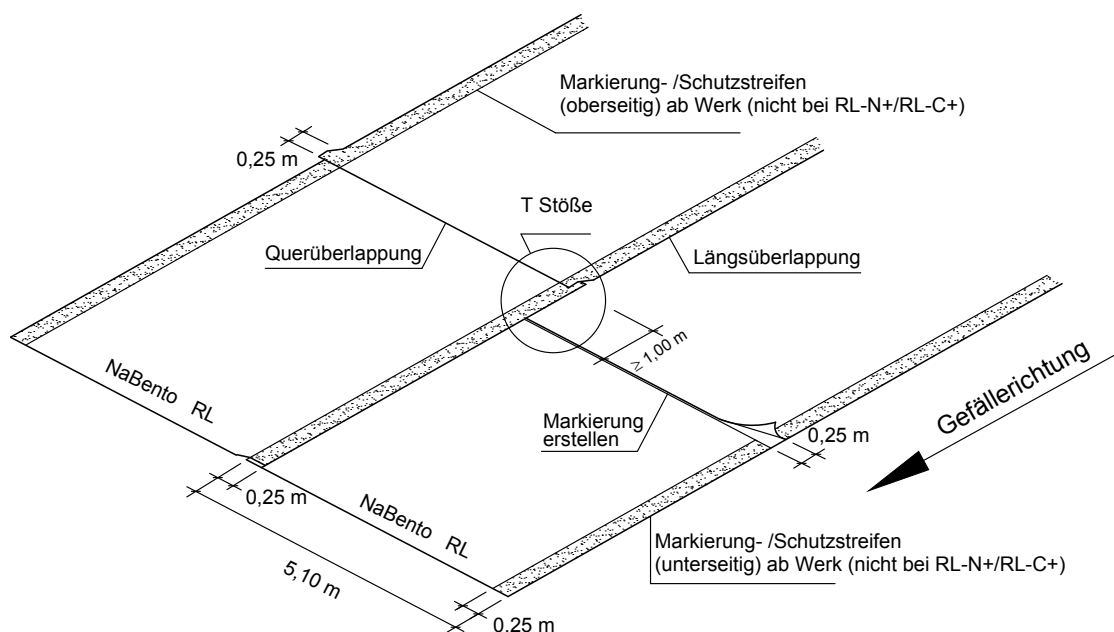

Abb. 6: Ansicht der Bahnanschlüsse von NaBento RL
- T-Stöße sind um 1,0 m versetzt auszuführen (Abb. 6), Kreuzstöße sind nicht erlaubt.
Die Überlappungen von NaBento betragen mindestens 25 cm (Abb. 6). Die Längsüberlappungen (bahnparallel) haben keine Rauheitschicht und sind auf der Bahnober- und -unterseite mit je einem 25 cm breiten, hellen Markierungsstreifen geschützt (nur RL-Typen). Für unbeschichtete NaBento-Typen gelten die gleichen Ausführungshinweise. Querüberlappungen (quer zur Ausrollrichtung) sind in 25 cm Abstand vom Bahnrand zu markieren. Zum Schneiden der Bahnen sind scharfe Mehrzweckmesser oder Akkuschnaider geeignet.